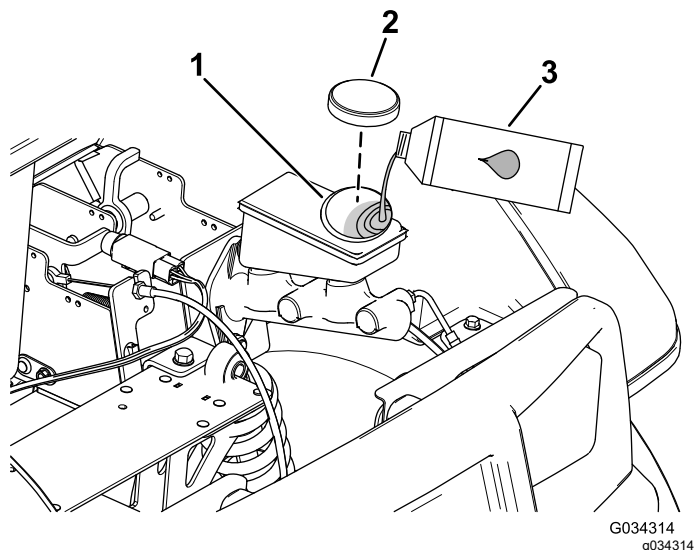

Figura 62
4. Sollevate il cofano per avere accesso al cilindro del freno principale e al serbatoio (Figura 62).
- A. Pulite l'area intorno al tappo del serbatoio e togliete il tappo (Figura 62).
- C. Montate il tappo sul serbatoio (Figura 62).